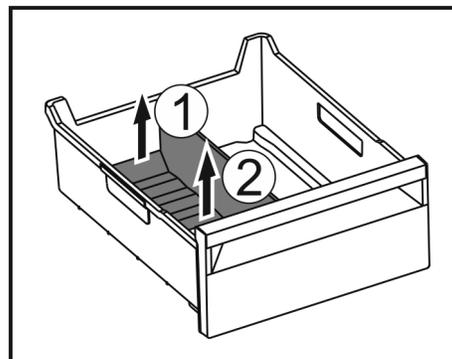

Fig. 159
- ▶ Soulever la partie arrière du séparateur de congélateur. Fig. 159 (1)
- ▶ Retirer le séparateur de congélateur par le haut. Fig. 159 (2)